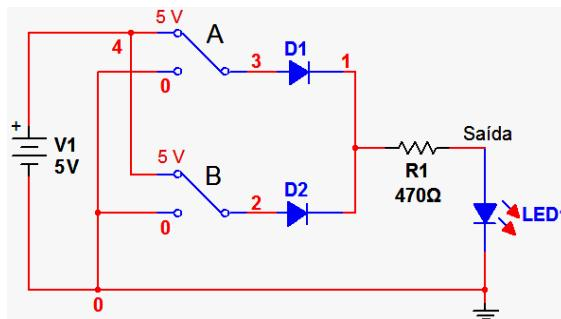

Figura 1.47 – Esquema da porta OR com diodos.
O circuito lógico com diodos que desempenha a função OU é mostrado na Figura 1.47. A saída S apresenta um nível lógico alto na saída (1) quando qualquer das entradas estiver em nível alto. Preencher a Tabela 1.7 (nível lógico esperado na saída).